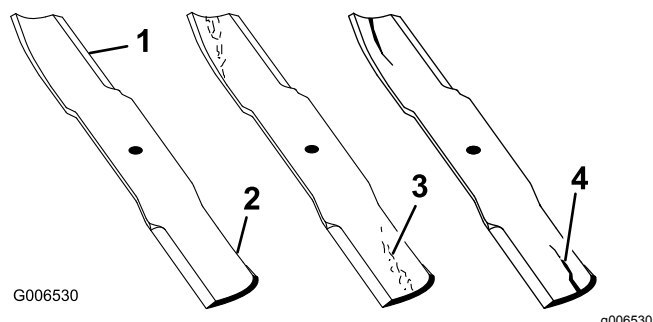

Figure 46
1. Examinez le tranchant des lames (Figure 46).
2. Inspectez les lames, surtout la partie relevée (Figure 46).
**Remarque:** Remplacez immédiatement toute lame endommagée, usée ou qui présente une entaille (repères 3 et 4 de la Figure 46).